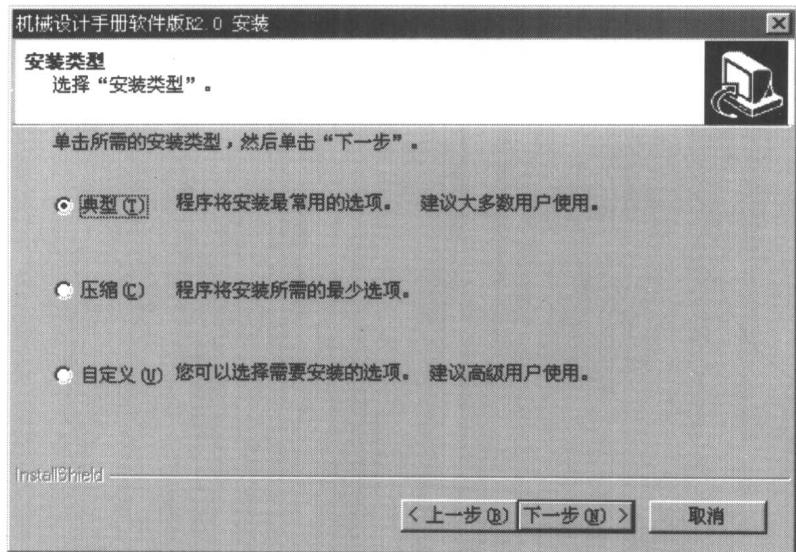

图 1.6 选择安装类型
6) 单击选择文件夹界面的“确定”按钮，进入选择安装类型界面，在这里用户需要选择安装类型（图 1.6）。